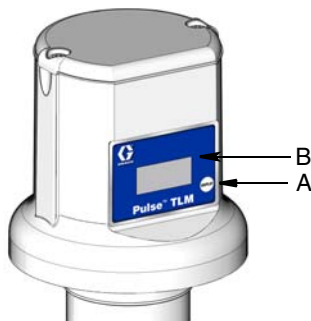

FIG. 2
2. Pulse y mantenga pulsado el botón Mostrar (A, FIG. 2) hasta que la pantalla (B) muestre «REGISTER».